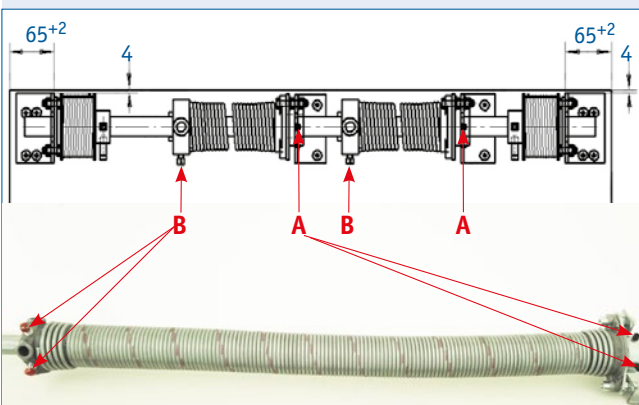
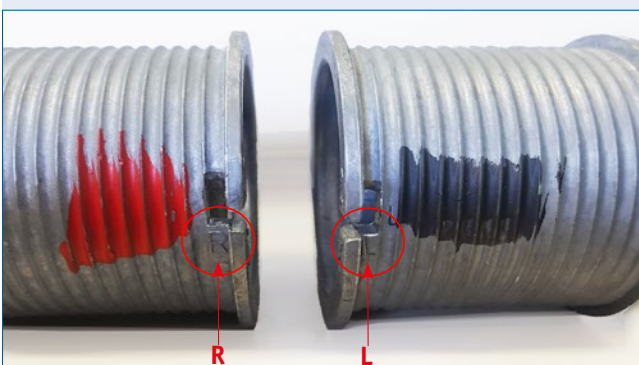

Abb. 3.1.2
Abb. 3.1.3
- Zum **Einbau der Federwelle** (Abb. 3.1.2) befestigen Sie zunächst die äußeren Konsolen (Schweißen oder Nieten), falls diese nicht mit der Vertikalschiene verschweißt sind.
- Achtung:** Auf den Seiltrommeln steht sich ein **L** oder ein **R**. Die Trommel mit dem **R** bauen Sie **auf der Fahrerseite** ein (Abb. 3.1.2)!
Ein unkontrolliertes Lösen der Setzschrauben und Federkonsolen oder Federköpfe entspannt die Feder plötzlich und kann dadurch zu Verletzungen führen! (Abb. 3.1.2, Abb. 3.1.3).